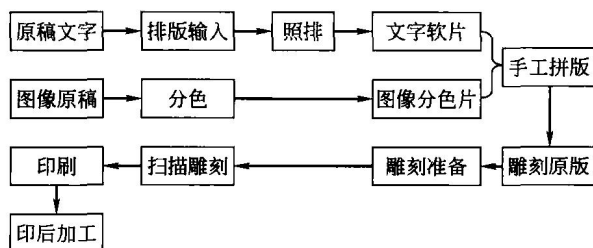
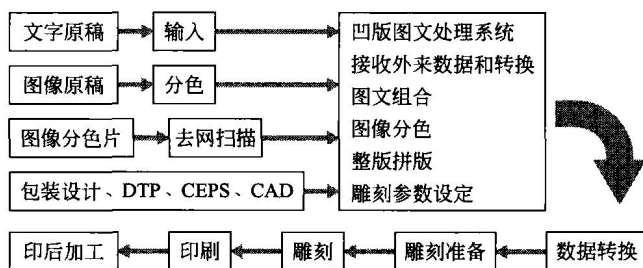

图 1-5 非数字电子雕刻凹版印刷工艺流程
图 1-6 数字电子雕刻凹版印刷工艺流程
(3) 电子雕刻凹版印刷工艺流程 这种工艺流程主要利用电子机械雕刻、激光雕刻、电子束雕刻等手段直接在凹版滚筒上雕刻出下凹的图文，并利用这种印版完成印刷。这种工艺流程又分为非数字电子雕刻凹版印刷工艺流程和数字式电子雕刻凹版印刷工艺流程两种。其印刷工艺流程分别如图 1-5、图 1-6 所示。